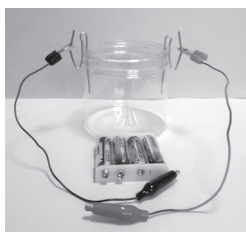
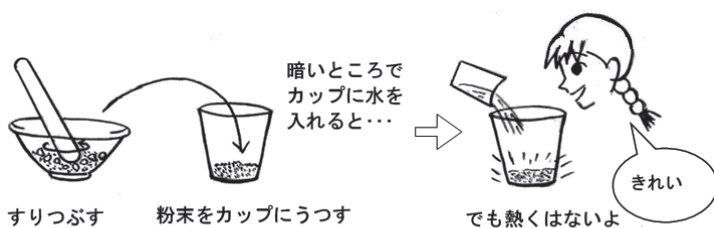

図 1
図 2
- (1) 生きたウミホタルをガラス製ボウルに入れルーペで観察し、指で触ったり、かき混ぜたりして、発光のようすをみましょう。
- (2) 生きたウミホタルと海水を保存カップ（250mL）に入れ、電極用針金、リード線、乾電池をつなぎ電気を流してみましょう（図 1）。
- (3) 超音波洗浄機で生きたウミホタルを刺激するとどうなるか、観察してみましょう。
- (4) チャック付きビニル袋に乾燥ウミホタルを少量入れルーペで観察します。次にミニボトルで袋に水を 1～2 滴入れ、チャックを閉じて袋を強く押さえてウミホタルをつぶしてみましょう。
- (5) 乳鉢に乾燥ウミホタルを小さじ一杯入れ乳棒で粉末になるまですりつぶし、粉末を筆で透明カップにうつします。紙カップに水を 10mL くらい入れておき、暗箱の中で透明カップに水をすばやく入れて観察します（図 2）。※発光が弱くなったらカップをゆすったり、かき混ぜたりしてみましょう。